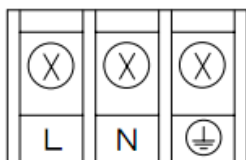

Рис. 4.2. Клеммы питания
2. Подключите провода источника питания к клеммам согласно рис. 4.2.